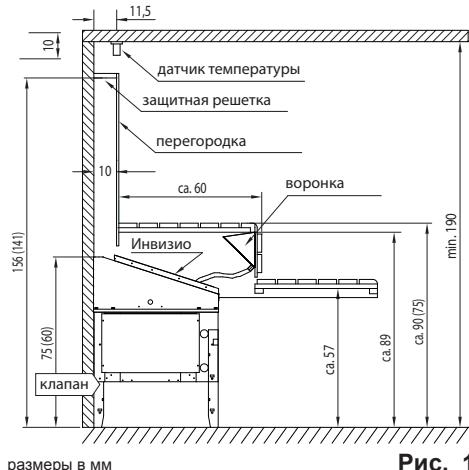
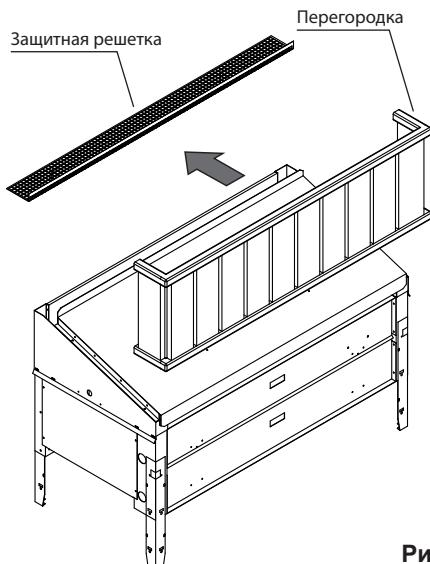

Рис. 1
Рис. 8
Расстояние между печью и перегородкой, лавкой или другими предметами из возгораемых материалов должно быть выдержано в соответствие с чертежом, данным на рис. 1.
Задняя решетка должна быть установлена между перегородкой и стеной сауны по верхней кромке перегородки (рис. 1). Таким образом исключается риск случайного падения предметов на печь.
В отличие от указаний по монтажу датчика температуры в инструкции блока управления датчик температуры в данном случае должен быть установлен как показано на рис. 1 на потолке 11,5 см от задней стены и мин. 80 см от боковых стен. См. далее главу по монтажу печи.
- В отличие от указаний по монтажу датчика температуры в инструкции блока управления датчик температуры для печи Инвизио должен быть установлен как показано на рис. 1 по центру печи на потолке 11,5 см от задней стены и мин. 80 см от боковых стен.
- Установите перегородку, соблюдая минимальные зазоры безопасности. См. рис. 1 и рис. 8. **Перегородка не входит в комплект поставки печи.**